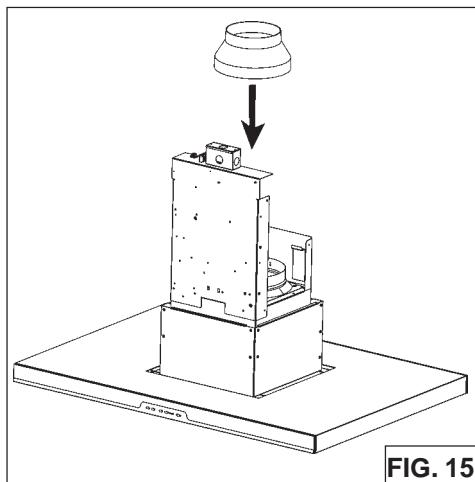

FIG. 15
1. Instale el collarín de descarga suministrado con la campana (Fig.15).
2. Fije el adaptador de 6 a 8 pulg. (15.2 a 20.3 cm) a la descarga del ventilador y aplique cinta para conductos de aluminio a las uniones (Fig.15).